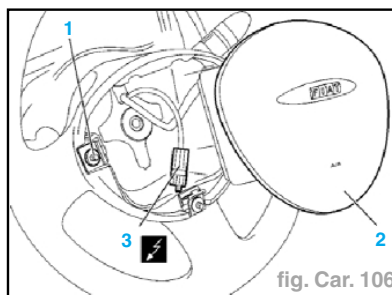

fig. Car. 106
- Dévisser les vis (1).
- Déplacer légèrement le module Airbag (2).
- Débrancher la connexion électrique (3) (fig. Car. 106).